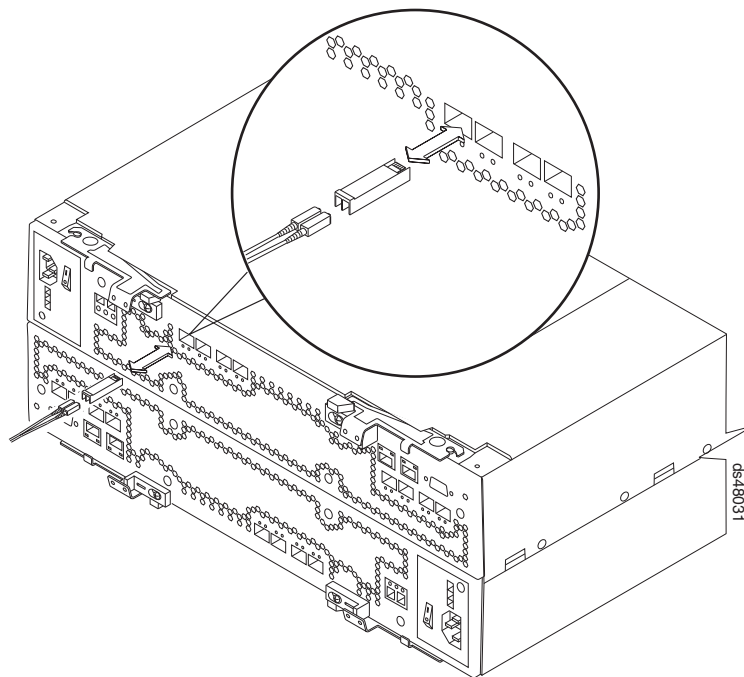

図 31. SFP への光ファイバー・ケーブルの接続
2. 図 31 に示すように、取り付け済みの SFP に光ファイバー・ケーブルを接続します。